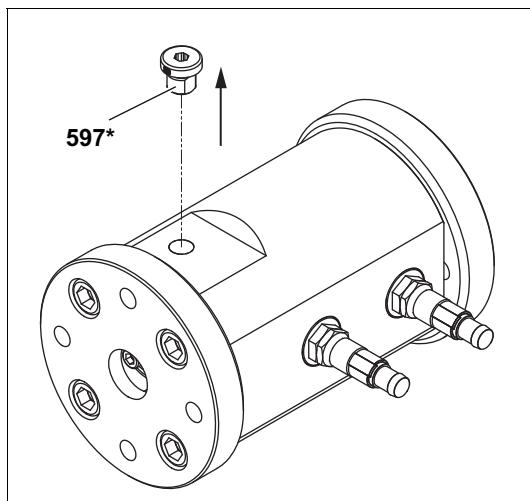

Abb. 9 Verschlusssschraube entfernen
1. Verschlusssschraube **597*** entfernen, siehe Abb. 9, Seite 16.